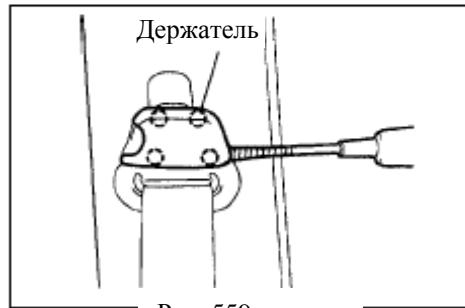

Рис. 559
- С помощью отвертки снимите крышку барабана ремня безопасности(рис. 559);